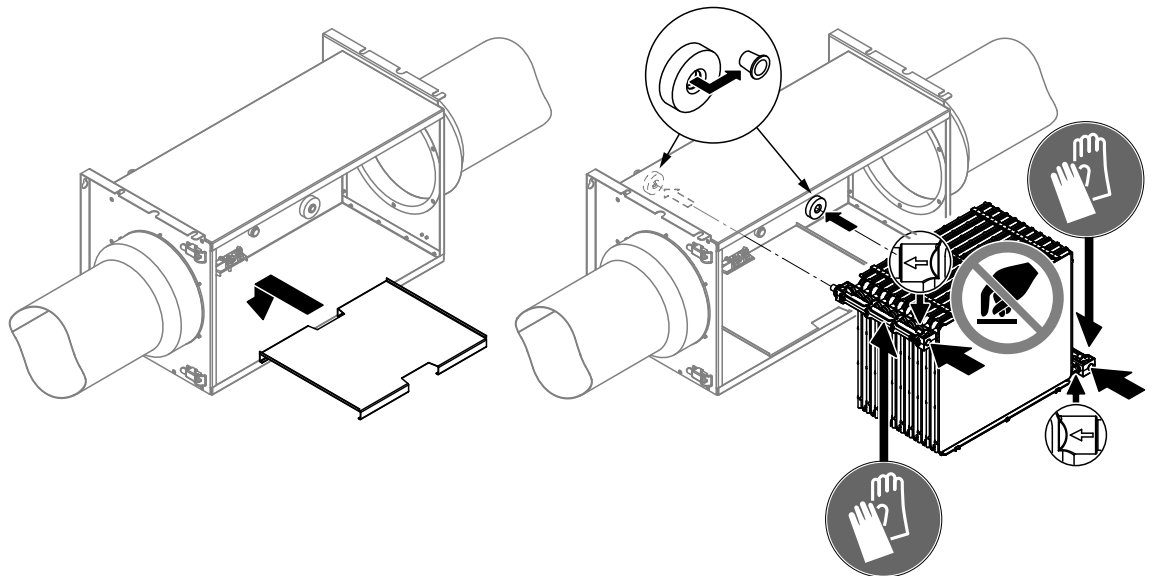

Abb. 18: Bodenblech und Befeuchtereinsatz einbauen
10. Legen Sie das Bodenblech in das Befeuchtergehäuse ein (siehe Abb. 18).